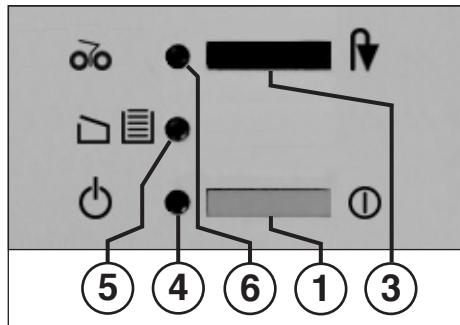

Abb. 1
#### 1 = Druckschalter (Abb. 1)
#### 3 = Druckschalter „Rückwärtslauf“ (Abb. 1)
„Betriebsbereit“ (Abb. 1)
„Behälter voll“ / „Tür offen“ (Abb. 1)
#### 6 = Kontroll-Anzeige „Papierstau“ (Abb. 1)
- Maschine am Druckschalter (1) (Abb. 1) einschalten. Die Kontroll-Anzeige (4) (Abb. 1) leuchtet auf.
Ist der Auffangbeutel gefüllt, schaltet die Maschine ab. Die Kontroll-Anzeige „Auffangbeutel voll“ (5) (Abb. 1) leuchtet auf. Entleeren Sie wie folgt den Auffangbeutel:
- Schieberahmen mit Auffangbeutel einschieben und Tür schließen. Die Kontroll-Anzeige (5) (Abb. 1) erlischt.
Achten Sie darauf, daß das Gerät über Nacht ausgeschaltet ist (Druckschalter (1) (Abb. 1) betätigen).